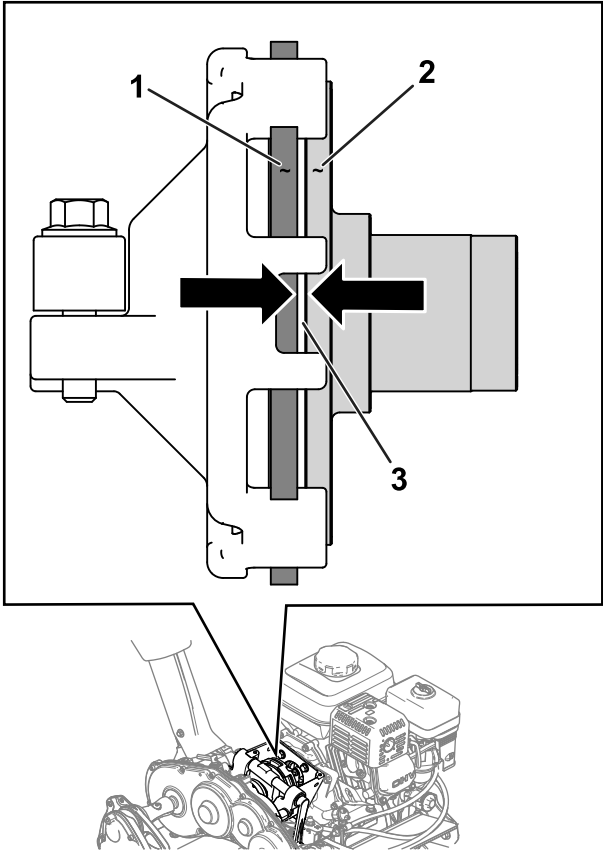

图 31
- 2. 松开锁紧螺母并调节驱动拉索使摩擦盘与压力板之间的间隙达到 1.1mm图 30和图 31。